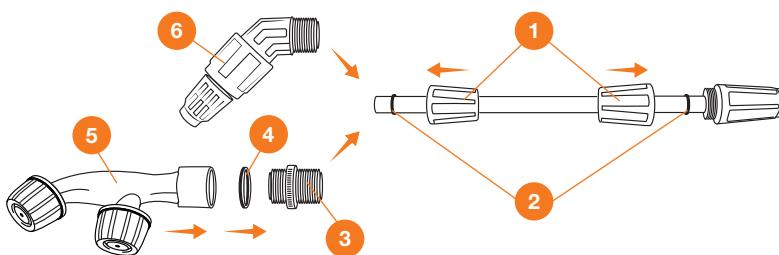

Рис. 4
2. Для присоединения распылительной регулируемой насадки **6** установите резиновую круглую прокладку **2** присоедините насадку и закрепите фиксирующей гайкой **1** (Рис. 4).
3. Для присоединения двойной распылительной насадки **5** установите плоскую резиновую шайбу **4** и закрепите муфты **3**, присоедините муфту к телескопической штанге (Рис. 4).
4. Для регулировки длины телескопической штанги ослабьте фиксирующую гайку **1**, установите требуемую длину и зафиксируйте гайкой (Рис. 4).